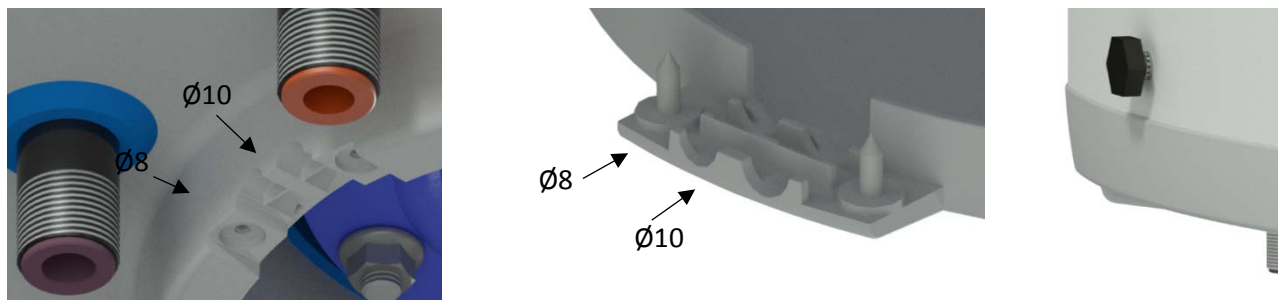
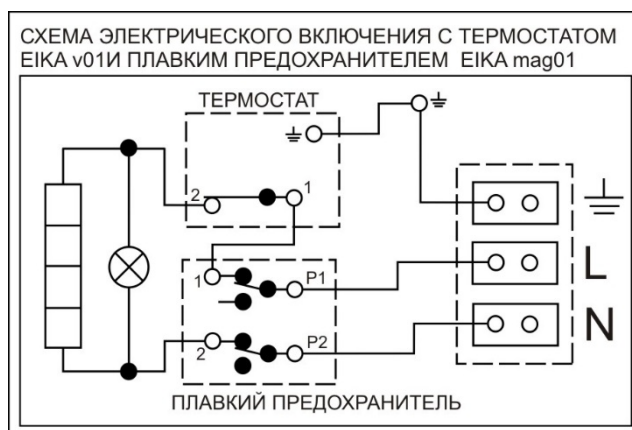

Рисунок 8
Рисунок 9
Подключение выполните согласно схеме. Подключение, выполненное на заводе, запрещено менять! (Рисунок 9). В крышке электропроводки снимите перегородку, соответствующую диаметру подводящего провода $\phi 8$ или $\phi 10$ (Рисунок 8). Степень защиты электрических компонентов водонагревателя - IP 44. Потребляемая мощность электрического нагревательного элемента – 2200 Вт.
- Схема эл. подключения прилагается к водонагревателю на крышке электропроводки (Рисунок 9).